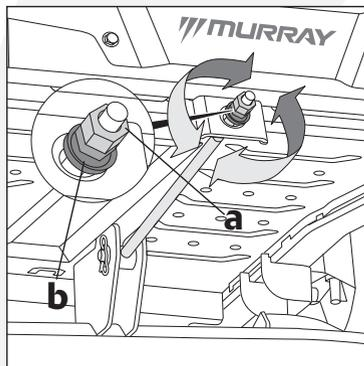

Fig. 23
3. Si se necesita un ajuste de adelante hacia atrás, después de aflojar la contratuerca exterior (a, Fig. 23), gire la tuerca de ajuste interior (b, Fig. 23) en el sentido de las agujas del reloj para elevar o en el sentido contrario para bajar la parte delantera de la plataforma de corte.